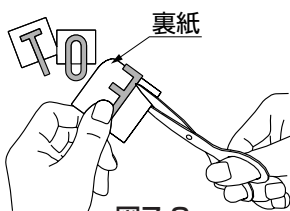

図7-2
- ② 文字に合わせて裏紙をハサミで5分の1程度切ってください。(図7-2参照)